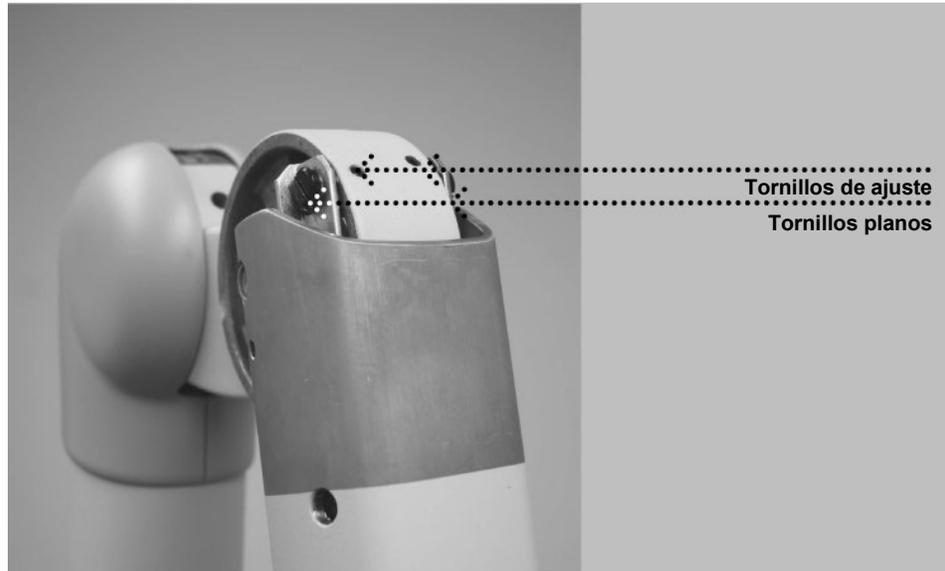

Figura 101
Seguir este procedimiento SOLO si el conjunto de la horquilla no se detiene por sí mismo y hace contacto con el brazo horizontal. Consultar la *Figura 101* mientras se realiza el siguiente procedimiento.
1. Aflojar los dos tornillos de ajuste resaltados en la *Figura 101*, pero retirarlos por completo.
2. Aflojar los dos juegos de tornillos planos resaltados en la *Figura 101* (la figura muestra solo uno de los dos tornillos, el otro está ubicado del otro lado del brazo), pero retirarlos por completo.